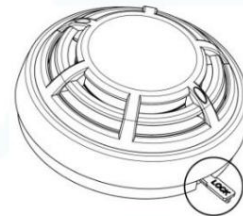

Fig.5
- Si le détecteur est verrouillé à la base, pour le déverrouiller, insérez la clé pour arrêter l'endroit spécifié (Figure 5) et faites tourner le détecteur dans le sens inverse des aiguilles d'une montre ;